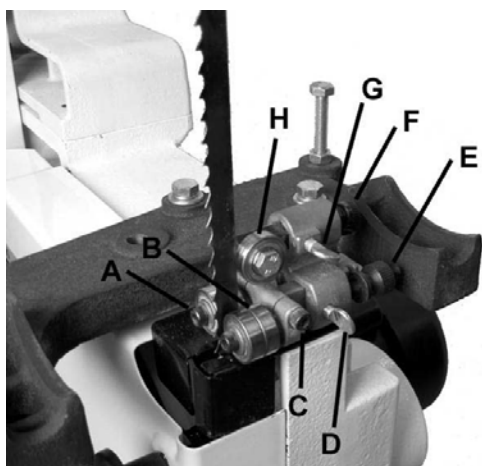

Рисунок 12.
3. Ослабьте барашек (G, Рис. 12) и поверните ручку с накаткой (F, Рис. 12), чтобы сдвинуть упорный подшипник (H, Рис. 12) внутрь или наружу, пока подшипник не будет на расстоянии 0,4 мм за полотном.
4. Затяните барашек (G, Рис. 12).
5. Ослабьте барашек (D, Рис. 12) и поверните ручку с накаткой (E, Рис. 12), чтобы сдвинуть скобу направляющего блока внутрь или наружу, пока передняя кромка направляющих подшипников не будет чуть позади впадин зубьев полотна.
6. Затяните барашек (D, Рис. 12).
7. Ослабьте фиксирующий винт (C, Рис. 12) и поверните направляющие подшипники (B, Рис. 12), повернув эксцентрик (A, Рис. 12) торцевым шестигранным ключом 4 мм в комплекте. Направляющие подшипники должны быть так близко к полотну, как только возможно без сдавливания.
8. Затяните фиксирующий винт (C, Рис. 12).
3. Если настройку нужно произвести влево или вправо, слегка ослабьте четыре винта (А, Рис. 12а) и произведите легкую поднастройку направляющей стойки. Затяните винты, когда процесс завершен.
4. Если требуется произвести настройку вперед-назад, это делается затягиванием или ослаблением винтов (В, С, Рис. 12а). Верхние установочные винты (В, Рис. 12а) отводят направляющую стойку назад (если стоять напротив станка), в то время как нижние установочные винты (С, Рис. 12а) отводят направляющую стойку вперед.
Рисунок 12а.